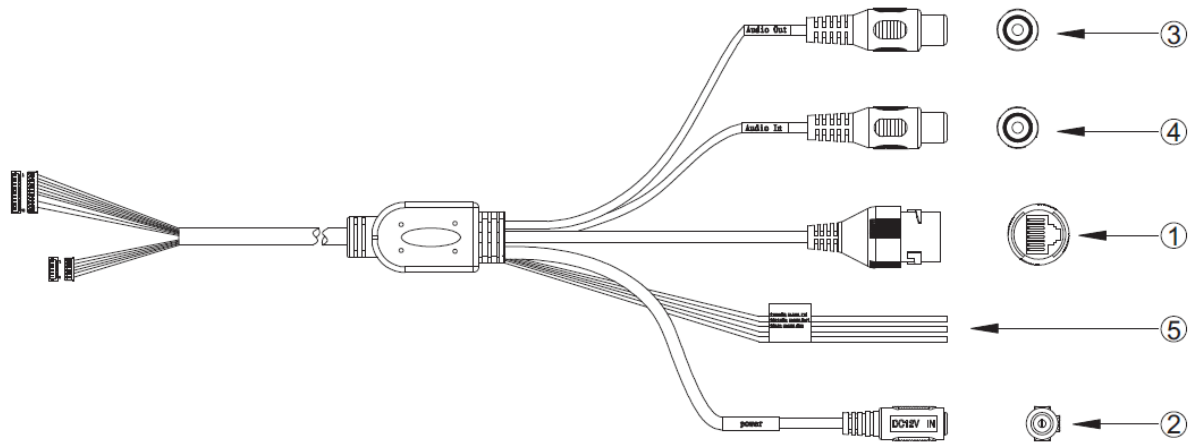

Рисунок 3
4.5 Снимите корпус с устройства и подключите соединительные провода (разъемы) в соответствии со схемой внешних подключений (рис.3) и соблюдением полярности.